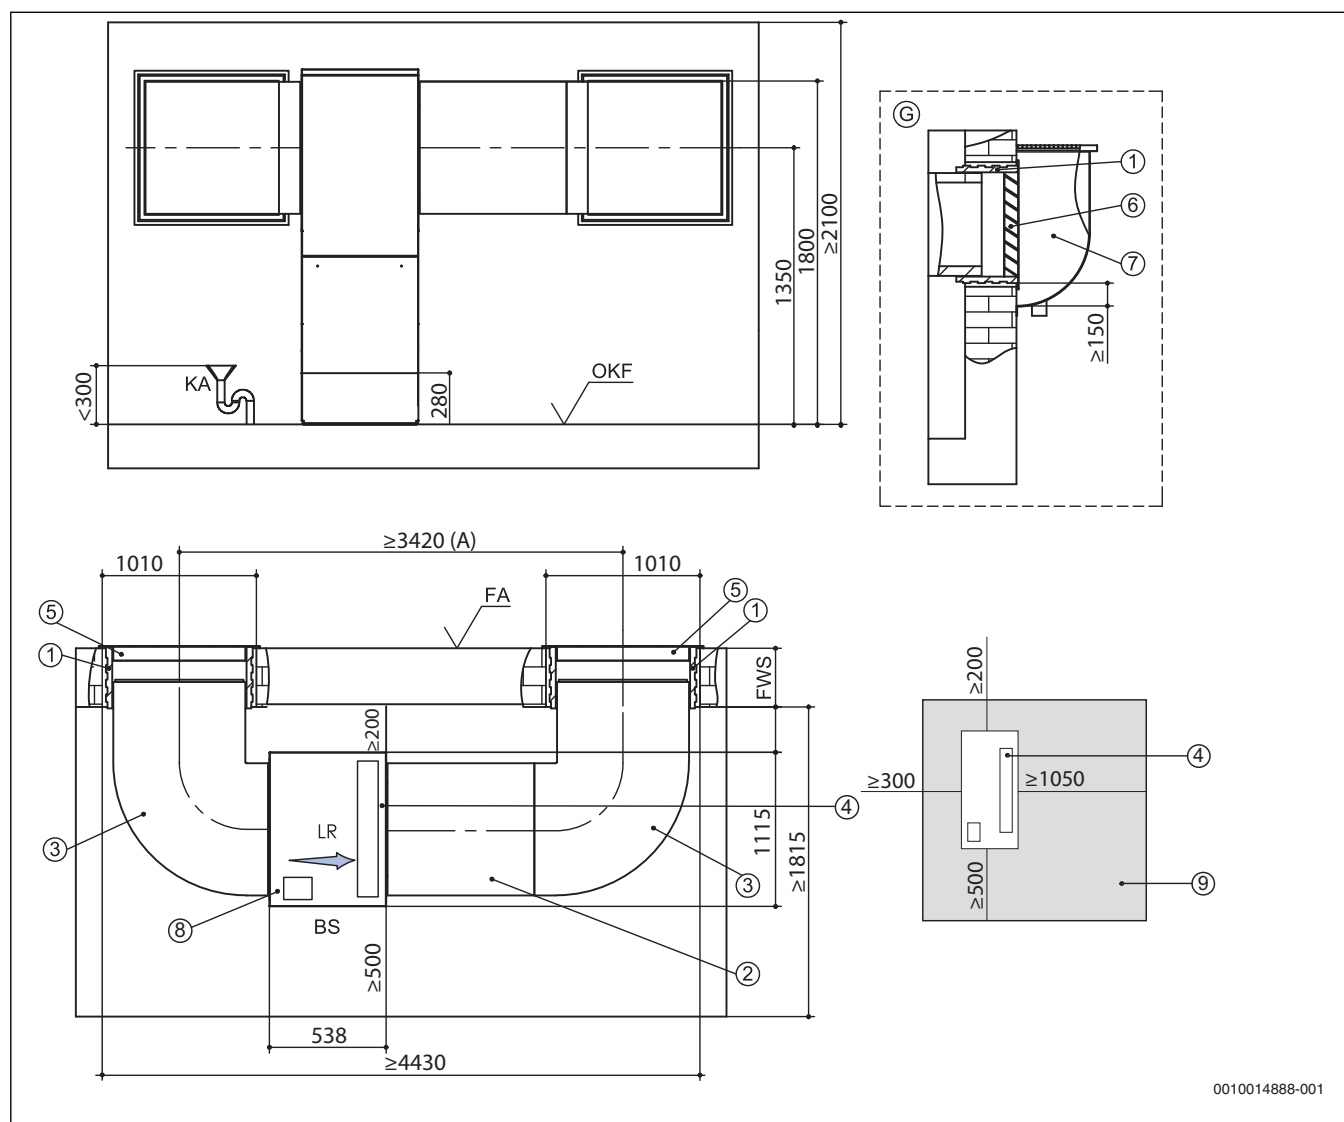

Bild 10 Aufstellplan (beispielhaft) für WLW196i-11/14 IR mit Luftkanalsystem 900 (alle Maße in mm)
- Im Aufstellraum muss ein Kondensatablauf vorhanden sein. Die Höhe des Anschlusses ist in den Aufstellplänen eingetragen (→ Bild 9, Seite 6 und Bild 10, Seite 7).
- Kann aus baulichen Gründen die Luftführung nur an einer Gebäudeseite erfolgen, muss ein Luftkurzschluss verhindert werden. Dies kann über eine Trennwand oder durch einen ausreichenden Abstand zwischen den beiden Öffnungen erreicht werden (→ Bild 10, Seite 7 und die Installationsanleitung der Wärmepumpe WLW196i-.. IR).
- 1350 mm für Wärmepumpen mit 11/14 kW (→ Bild 10, Seite 7)
Legende für Bild 9 + Bild 10: